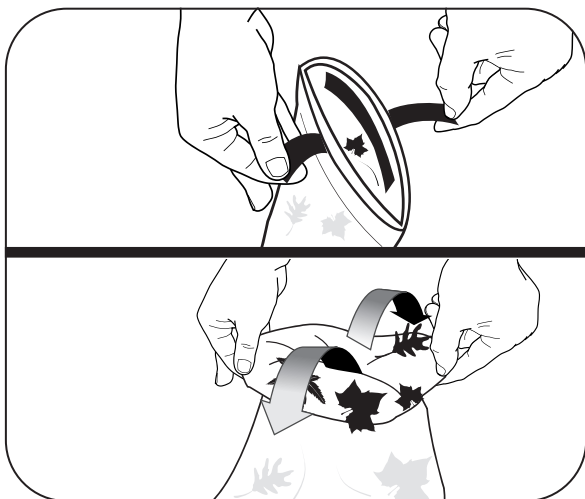

Figure 15. Retourner le sac à l'envers
4. Tirer sur les languettes pour détacher et retourner le sac à l'envers pour un nettoyage approfondi (Figure 15).